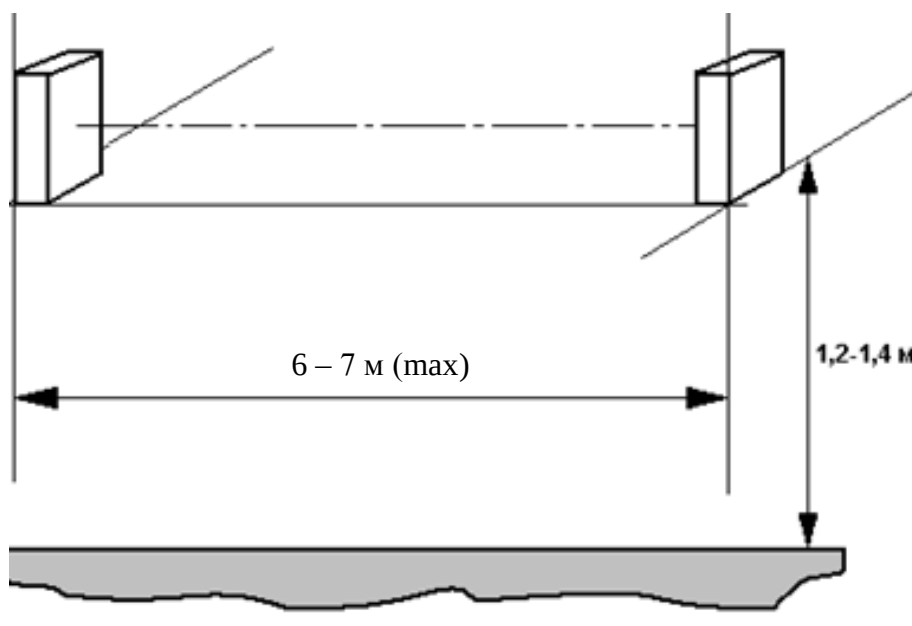

Рис. 1
2. Установить ИК-передатчик и ИК-приемник на высоте 1,3-1,4 м от пола (Рис. 1). Устанавливать датчики необходимо так, чтобы они находились в одной горизонтальной плоскости, строго напротив друг друга.
| ○ ИК-передатчик (рис.1) | 1 шт, |